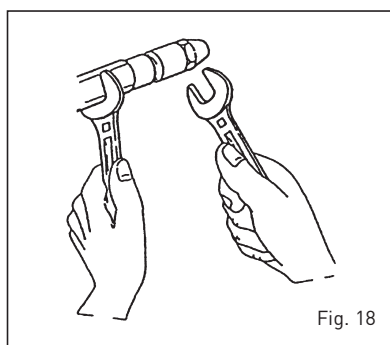

Fig. 18
4.7.3 Remplacement de le injecteur (fig. 18)
- Bloquer le porte-gicleur en utilisant une clé 19 et dévisser la buse à l'aide d'une clé 16 (fig. 18).